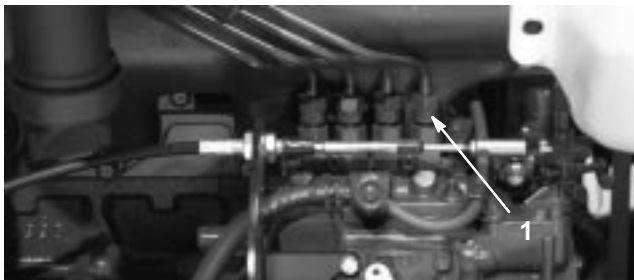

Bild 52
1. Lösen Sie den Leitungsanschluss an der Einspritzdüse Nr. 1 und der Halterungsgruppe an der Einspritzpumpe (Bild 52).